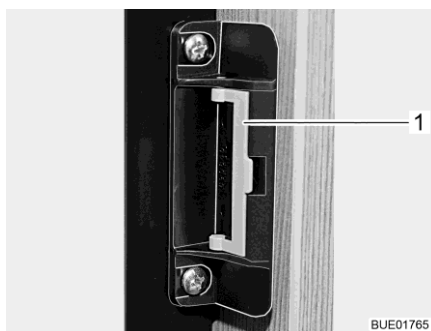
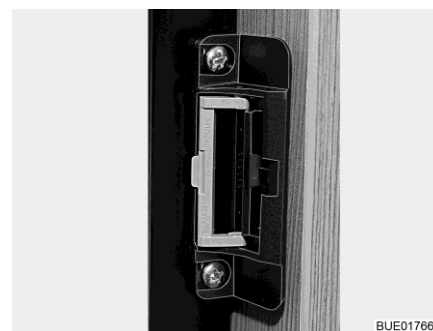

Fig. 93 Dispositivo de cierre (posición normal)
Fig. 94 Dispositivo de cierre (posición de ventilación)
- Girar el estribo (Fig. 93,1) hacia delante (Fig. 94).